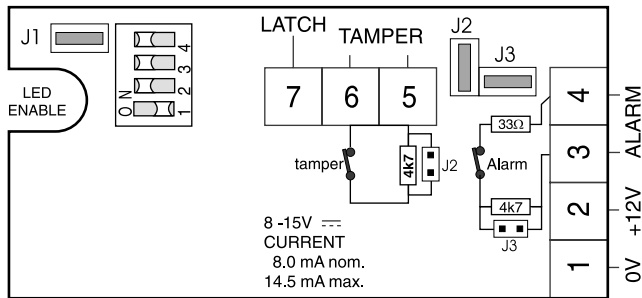

Fig. 2. Aansluit gegevens
4. Leid de kabels de eenheid binnen en bedraad de eenheid volgens fig. 2.